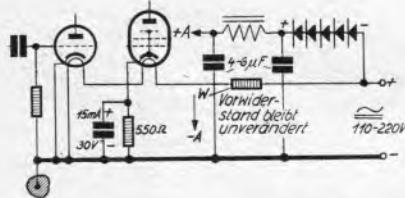

Abb. 1. Umschaltung unter Zuhilfenahme eines Selen-Gleichrichterelements.
1. Beibehaltung des Heizstromkreises und Verwendung eines Selen-Gleichrichters. (Siehe Abbildung 1.)